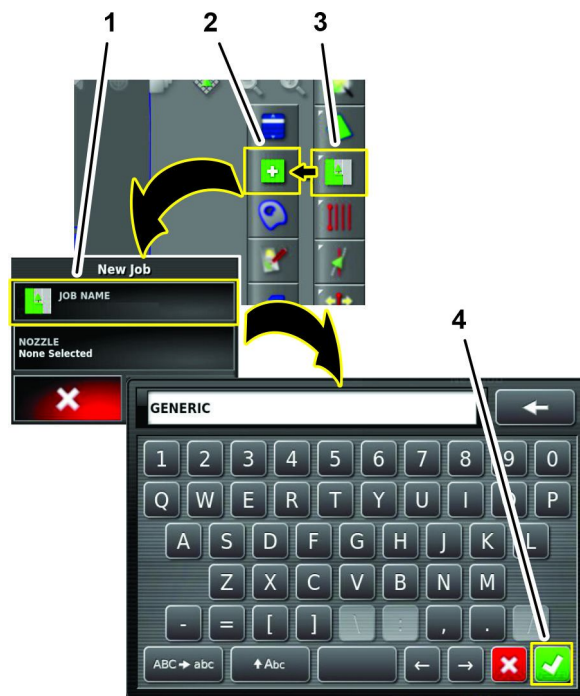

Figura 159
1. Pressione o ícone Menu de serviço e, em seguida, o ícone CRIAR NOVO SERVIÇO (Figura 159).
2. No teclado virtual, introduza o nome do serviço genérico e, em seguida, pressione o ícone confirmar (Figura 159).